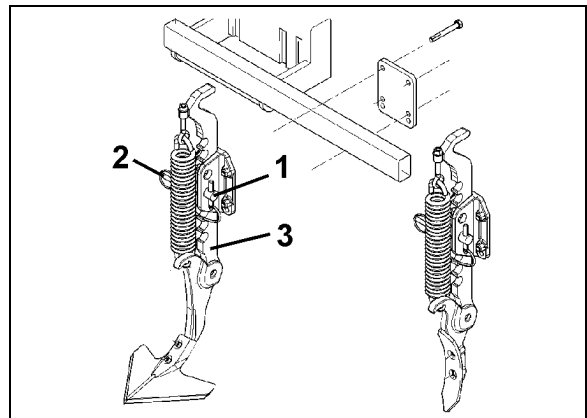

Bild 29
3. Ställ in arbetsdjupet genom placera bulten (Bild 29/1) mot önskad del av tandningen på spåruppluckraren (Bild 29/3) och säkra med låssprinten (Bild 29/2).